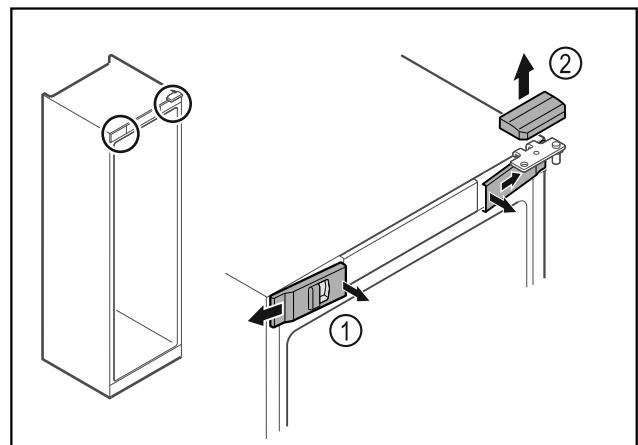

Fig. 6
- Disinnestare le coperture anteriori Fig. 6 (1) dall'interno ed estrarle lateralmente.
- Rimuovere la copertura superiore Fig. 6 (2) sollevandola verso l'alto.